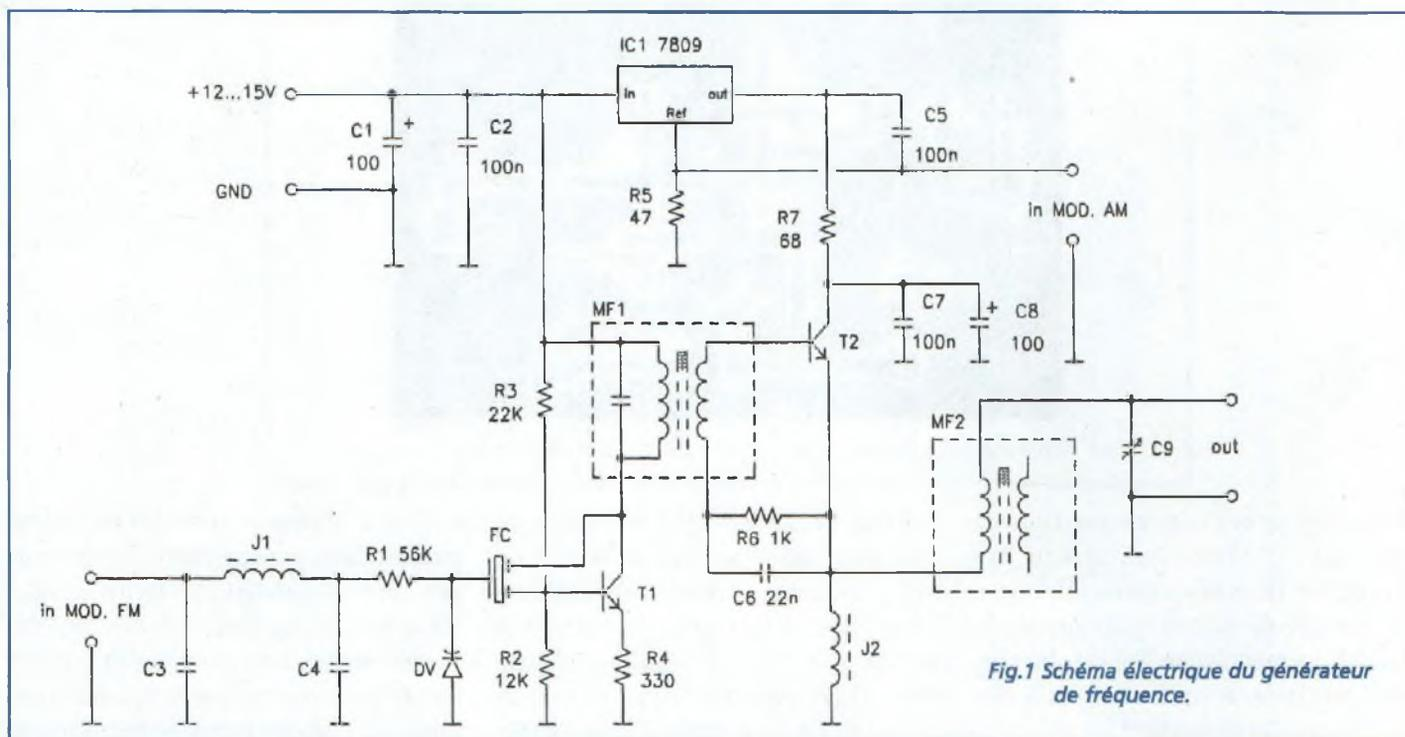

Fig.1 Schéma électrique du générateur de fréquence.
Cet appareil est destiné à assurer le réglage des étages de moyenne fréquence (MF) également connus sous la dénomination de "Fréquence Intermédiaire" (FI) des récepteurs superhétérodynes à simple ou double changement de fréquence. Dans le schéma électrique reproduit en fig.1, noter que l'appareil se compose principalement de deux étages circonscrits autour des transistors utilisés. Le premier, correspondant à l'étage oscillateur, est construit autour de T1. Le second est un étage séparateur qui repose sur T2. Le circuit résonant de contre-réaction de l'oscillateur est constitué par le filtre céramique FC. Le simple montage d'un filtre adapté permet de faire fonctionner le générateur sur la fréquence souhaitée. Le transformateur de radio fréquence MF1 est destiné au transfert du signal